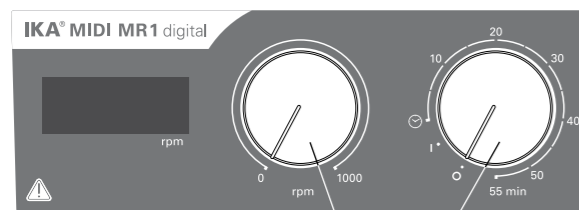

Fig. 3
- ☞ Du slår på apparatet ved å dreie bryteren „på/av“ og „**tidsur**“ (**B**, se **Fig. 3**) med klokken til posisjonen „1“.
- ☞ Du slår på apparatet ved å dreie bryteren „på/av“ og „**tidsur**“ (**B**, se **Fig. 3**) med klokken til posisjonen „☉“.
- ☞ Still inn motorturtallet med dreiebryteren „**turtall**“ (rpm) (**C**, se **Fig. 3**). Motorturtallet kan justeres fra 0 til 1000 opm for **MIDI MR 1 digital** og fra 0 til 600 opm for **MAXI MR1 digital**.